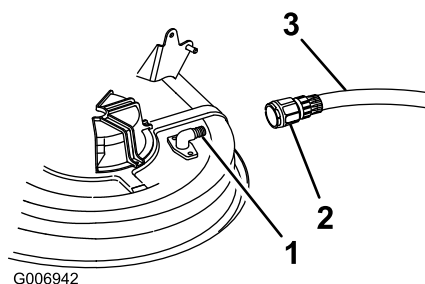

Figura 55
4. Montate il manicotto (non a corredo) al raccordo di lavaggio del tosaerba, quindi aprite il rubinetto per erogare un getto forte (Figura 55).